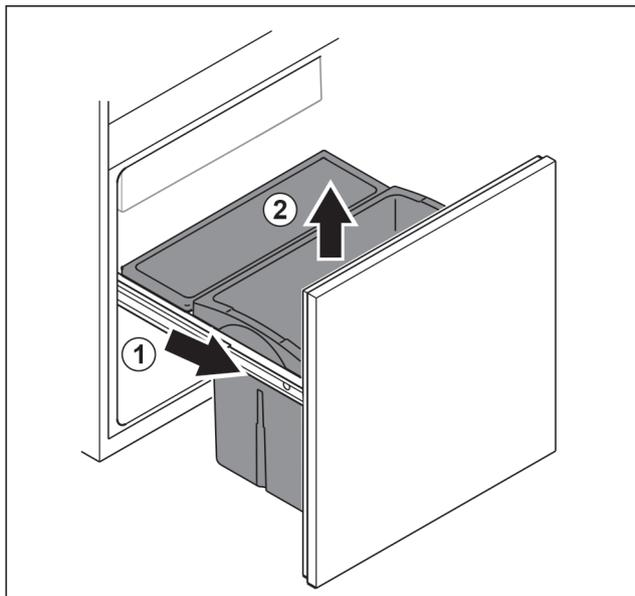

Fig. 105
- ▶ Auszugswagen bis zum Anschlag herausziehen. Fig. 105 (1)
- ▶ Schubfach nach oben entnehmen. Fig. 105 (2)